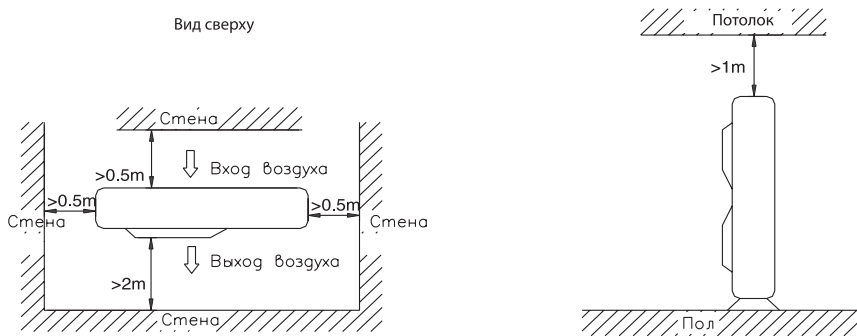

Рис. 8.15 Размещение наружного блока
- Место установки наружного блока должно быть выбрано в соответствии с требованиями настоящей инструкции и рис. 8.15